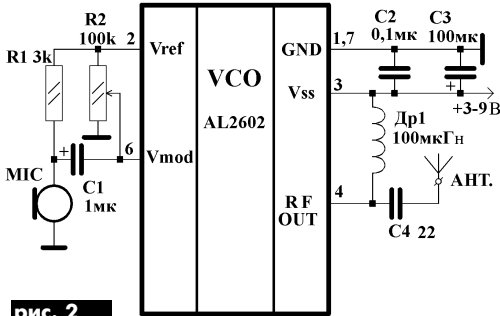

рис. 2
Миниатюрный передатчик с ЧМ модуляцией (рис. 2) содержит минимальное количество деталей, но, несмотря на простоту, имеет высокие параметры. Дальность передачи на открытой местности
**Треугольный сигнал** приходится "ближайшим родственником" линейно-меняющемуся сигналу. Отличие состоит в том, что график треугольного сигнала является симметричным. На рис.2,а изображен пилообразный сигнал, а на рис.2,б – треугольный.